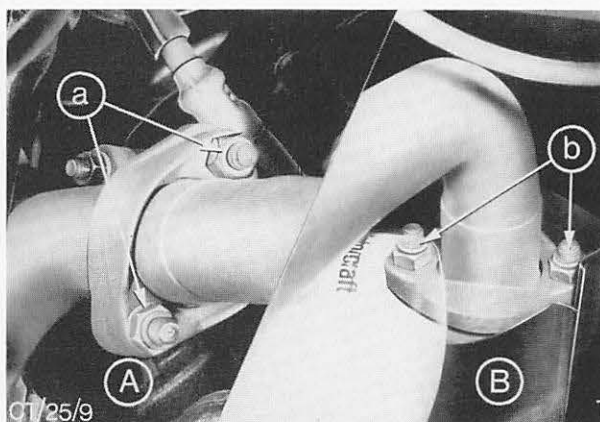

Abb. 13 A = Halteflansch – Auspuffrohr links
4. Am rechten und linken Auspuffkrümmer Muttern entfernen und Halteflansch lösen, Abb. 13.